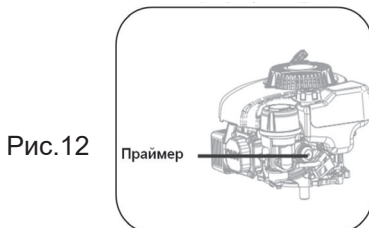

Рис. 12
1. При запуске холодного двигателя подкачайте топливо, нажав на кнопку праймера (рис. 12) 3 раза.